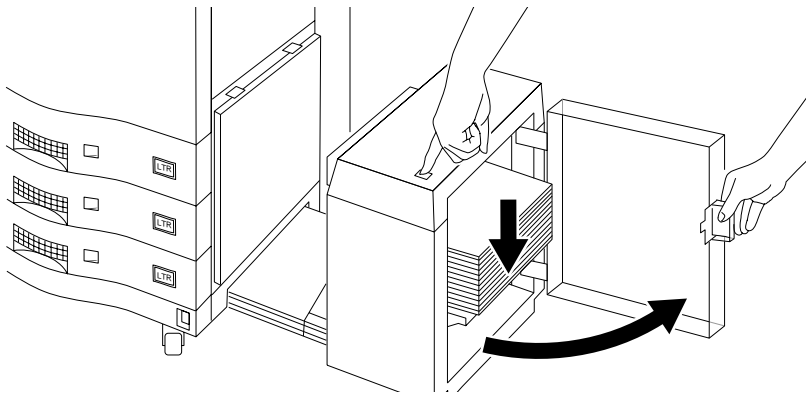

Abbildung 4-56 Öffnen der HLZ-Einheit
2. Öffnen Sie die Tür der HLZ-Einheit, drücken Sie die Taste oben an der HLZ-Einheit, um das Papierfach abzusenken, und nehmen Sie das gesamte Papier aus diesem Fach heraus (siehe Abbildung 4-56). Der Drucker muß eingeschaltet und die HLZ-Einheit angeschlossen sein, damit Sie über die Taste das Papierfach absenken können.